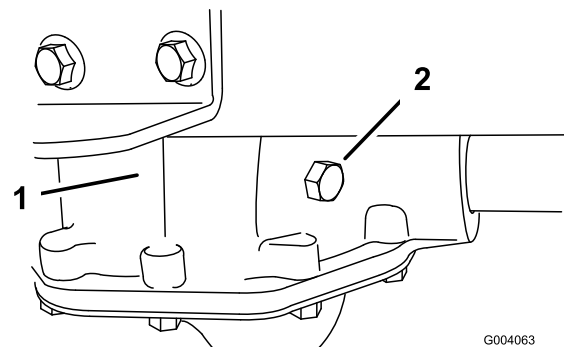

Figura 35
2. Retire el perno de comprobación del transeje (Figura 35).